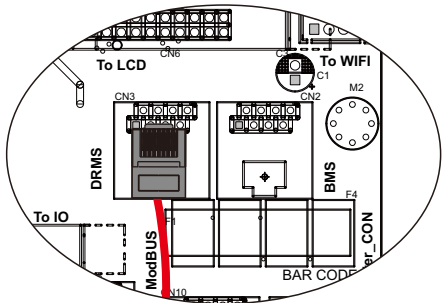

Figura 4.8-4 Interfaz Rj45
Paso 4. Conecte el terminal RJ45 a la posición correcta en el inversor. Consulte la Figura 4.8-4